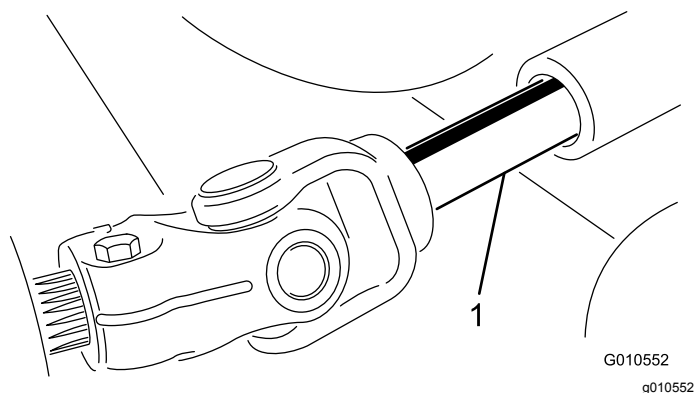

Bild 22
Innengewindeteile der Zapfwelle (Bild 22).
3. Schieben Sie die Zapfwelle mit Außengewinde in die Zapfwelle mit Innengewinde (Bild 22).